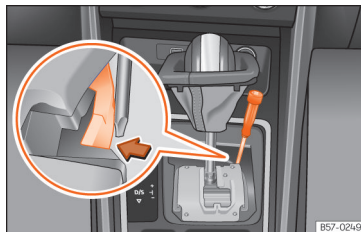

Abb. 104 Wählhebel: Notentriegeln aus der Parkstellung
- Drücken Sie seitlich mit Hilfe der flachen Seite des Schraubendrehers auf die gelbe Taste und halten Sie sie gedrückt >>> **[Abb. 104]**.